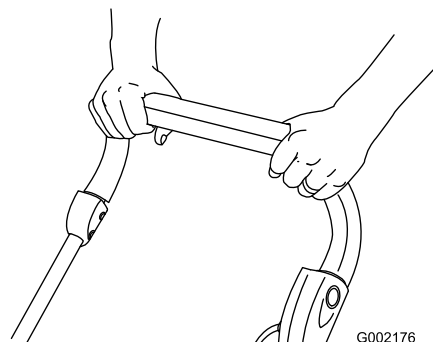

Bild 17
5. Halten Sie den Schalthebel zum Griff und lassen Sie die Taste los (Bild 17).